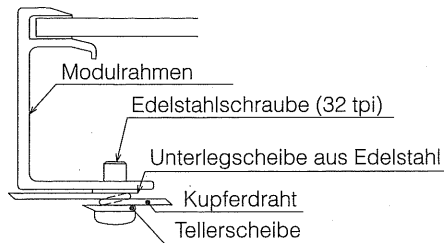

Abb. 3 Erdungstechnik #1
- Wie in Abbildung 3 gezeigt, muss der Schraubenkopf den Kupferdraht einklemmen.